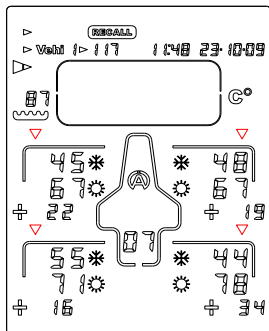

Figure 11
5) Pressez le bouton  ou  : le Tyrecontrol 2 affiche la 2^{ème} phase de données, c-à-d les températures extérieures des pneus, avant  et après  course + les écarts (figure 11)